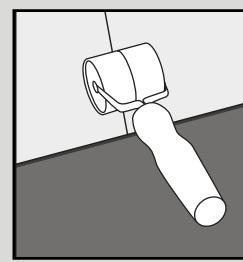

Fig. 4
- Continuez la pose des lames dans la pièce jusqu'à ce que la rangée soit terminée à l'aide d'un rouleau à main (Figure 4). Seulement s'il est nécessaire de le faire, utilisez un maillet en caoutchouc et une chute du produit pour taper délicatement sur le produit. Un tire-lame peut être utilisé pour tirer l'ensemble du revêtement de sol le long des bords de la pièce (Figure 5).